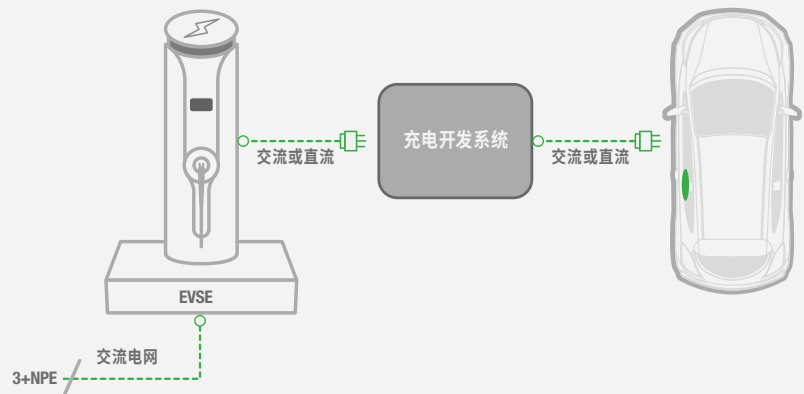

图 9 : 不同的 CDS 用例
为了全面测试所有 EV 和 EVSE 的充电接口，是德科技提供了一种多合一的测试解决方案。SL1040A 系列 Scienlab 充电测试系统 (CDS) 是一款创新的解决方案，它可以对电动汽车 (EV) 和充电桩 (EVSE) 的所有交流和直流充电接口进行整体测试。它采用模块化的创新设计，让您可以根据客户的需求来配置 CDS，确保实现最佳性价比（图 9）。